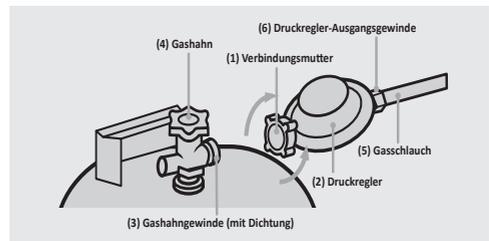

Abb.2: Montage des Druckreglers
1. Verbinden Sie den Druckregler (Abb.2, Nr. 2) mit dem Gasschlauch (Abb.2, Nr. 5). Schrauben Sie hierfür die **Überwurfmutter des Gasschlauches** am Gewinde des Druckreglers durch Linksdrehung mit Hilfe eines Gabelschlüssels SW 17 fest.
2. Verbinden Sie dann den **Gasschlauch** (Abb.2, Nr. 5) mit dem **Gasventileingang** (Abb.1, Nr. 4) des Heizstrahlers. Schrauben Sie hierzu die zweite Überwurfmutter des Gasschlauches am Gasventileingang durch Linksdrehung mit der Hand fest.
3. Verbinden Sie den Druckregler mit der Gasflasche, indem Sie die **Verbindmutter** (Abb.2, Nr. 1) des **Druckreglers** (Abb.2, Nr. 2) mit der Hand auf das **Gashahngewinde** (Abb.2, Nr. 3) schrauben.